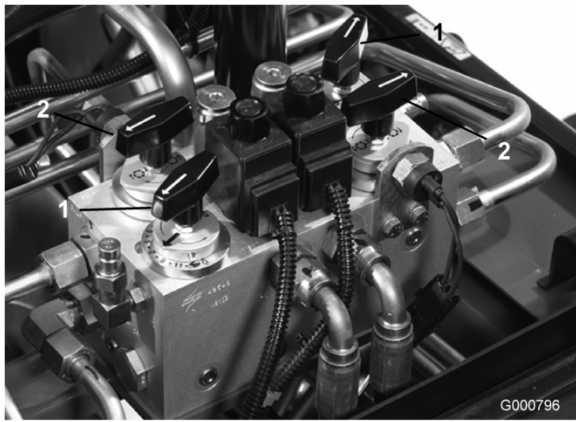

Bild 70
3. Machen Sie die Spindeldrehzahl-Handräder und Schärfen-Handräder (Bild 70) ausfindig. Drehen Sie die gewünschten Schärfen-Handräder auf SCHÄRFEN sowie das gewünschte Spindeldrehzahl-Handrad auf die Stellung 1.